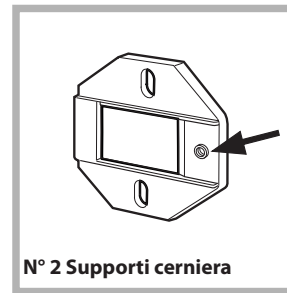

Fig. 1
- Montare i supporti cerniera alla facciata posizionando il foro indicato da una freccia nella fig. 1 verso l'interno della facciata interponendo un distanziale (fig. 4/B), utilizzando le viti tipo **C**.